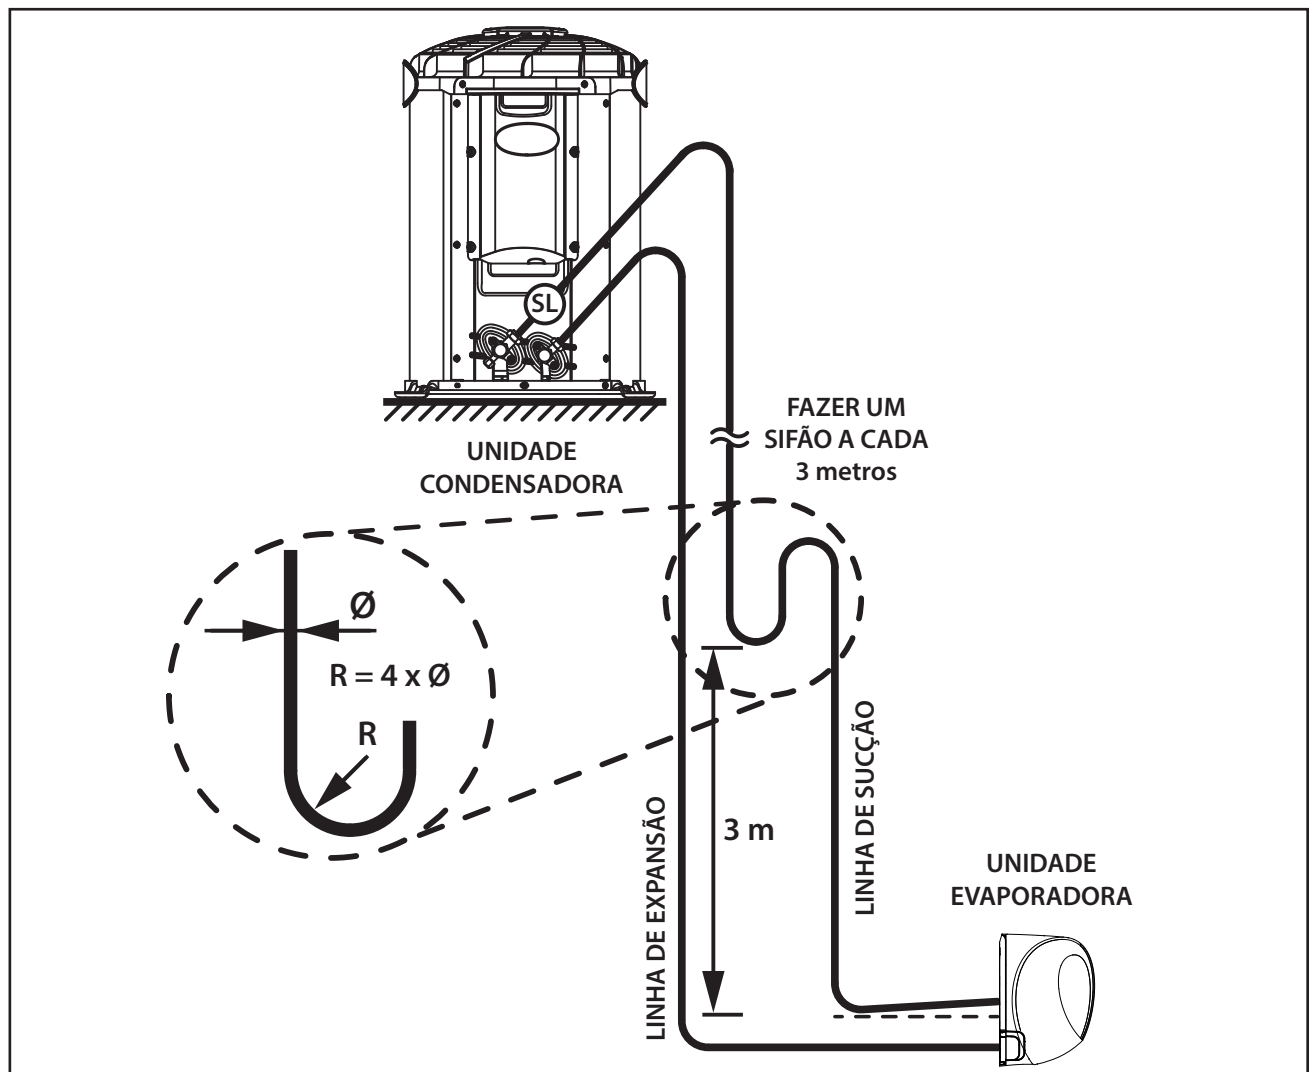

FIG. 21 - INSTALAÇÃO LINHAS DE INTERLIGAÇÃO
- Quando a unidade condensadora estiver em um nível superior ao da unidade evaporadora, fazer sifões nas subidas da linha de sucção a cada **3,0 metros**; considerando desde a saída da evaporadora (Fig. 21).
- 3º Quando a unidade condensadora estiver em um nível superior ao da unidade evaporadora, fazer sifões nas subidas da linha de sucção a **cada 3,0 metros**; considerando desde a saída da evaporadora (Fig. 21).
- 4º Inclinare as linhas horizontais de sucção no sentido do fluxo (Fig. 21).